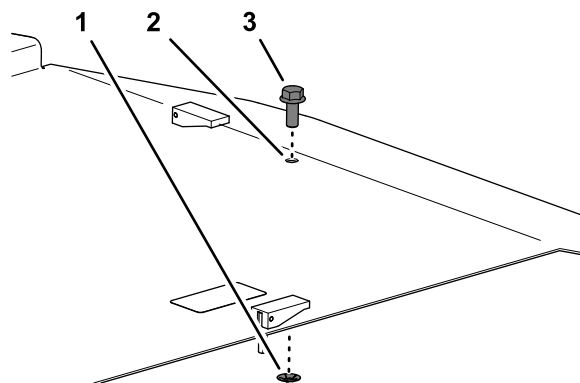

Figure 4
2. Retirez l'écrou poussoir qui fixe le boulon au capot du plateau et retirez le boulon du capot (Figure 4).